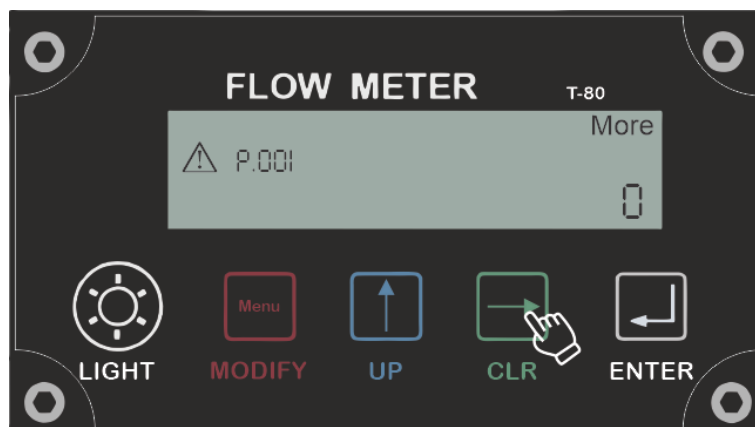

Figura 2.8 – Código del fluido seleccionado
- El botón **CLEAR** nos permite desplazarnos al menú P.001 desde la pantalla principal, como se observa en la Figura 2.8, que contiene la información del fluido que queremos medir.